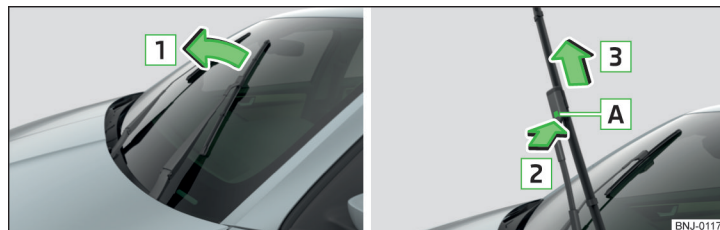

Fig. 197 Viskerblad til forrude
- Løft viskerarmen væk fra ruden i pilens retning 1 » Fig. 197.